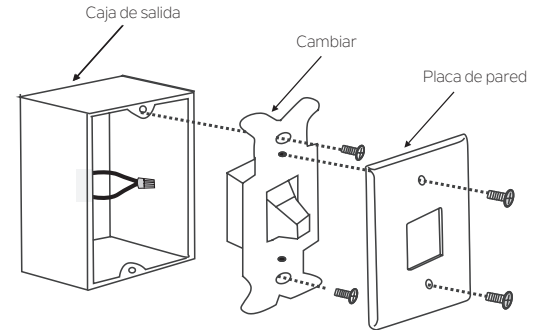

Fig. 25
Paso 1. Retire la placa de pared existente y el interruptor viejo de la caja de salida de pared. Alambre tuerca los cables NEGROS (caliente) juntos y empuje hacia atrás dentro de la caja de salida. (Fig. 25)